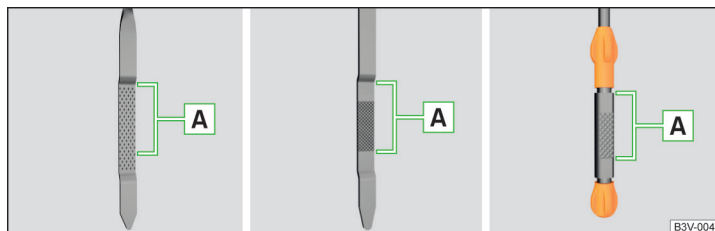

Abb. 299 Ölmesstabvarianten
Der Ölstand muss im Bereich **A** liegen » Abb. 299. Liegt der Ölstand unterhalb des Bereichs **A**, das Öl nachfüllen.
- Der Ölstand darf keinesfalls außerhalb des Bereichs **A** liegen » Abb. 299 - anderenfalls besteht die Gefahr der Beschädigung des Motors sowie der Abgasanlage.